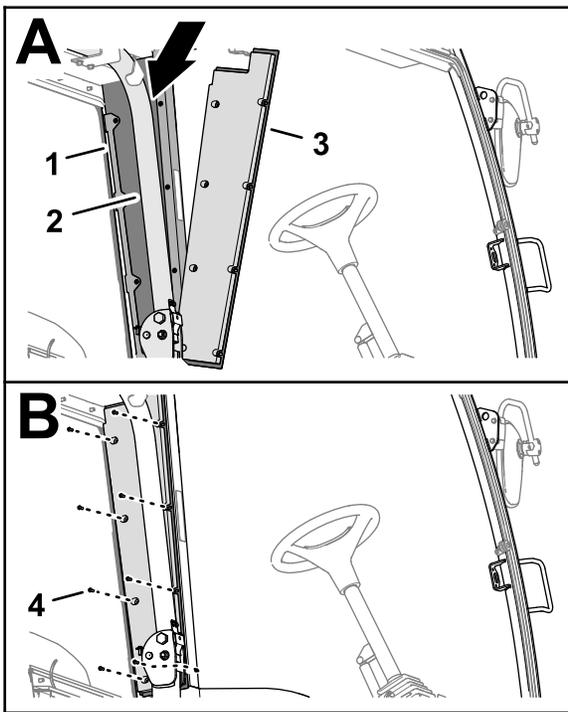

Figura 28
- Utilize os parafusos previamente removidos para instalar o conjunto da cobertura traseira do pilar (ou seja, almofadas exteriores do pilar, coberturas exteriores do pilar e painéis abafadores do som) aos suportes de montagem do painel (Figura 28).